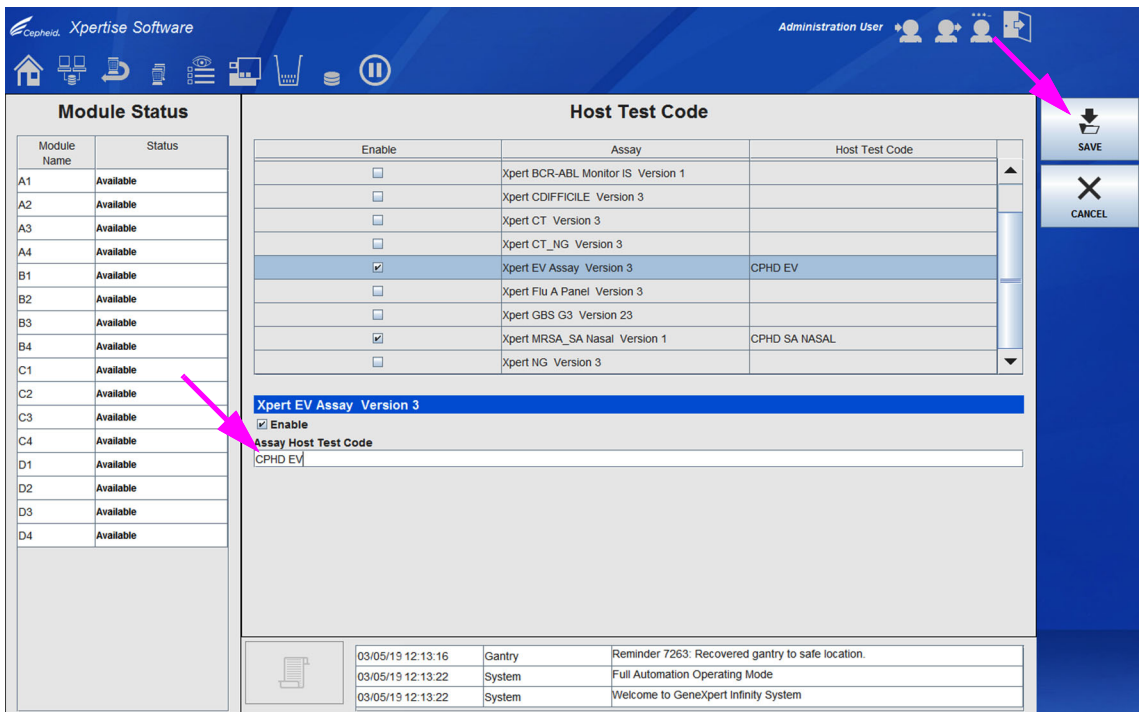

图 2-37. 主机测试代码 (Host Test Code) 工作区 – 显示代码已输入的单结果检测法
3. 在主机测试代码 (Host Test Code) 工作区的**检测法主机测试代码 (Assay Host Test Code)** 字段（参见图 2-37），键入输入主机的代码。您可以键入 1 至 15 个字符。
4. 选择**保存 (SAVE)** 按钮以保存本检测盒的设置。请参见图 2-37。在保存之前，软件将检查测试代码的唯一性。
5. 选择**保存 (SAVE)** 按钮以保存本检测盒的设置。请参见图 2-37。在保存之前，软件将检查测试代码的唯一性。